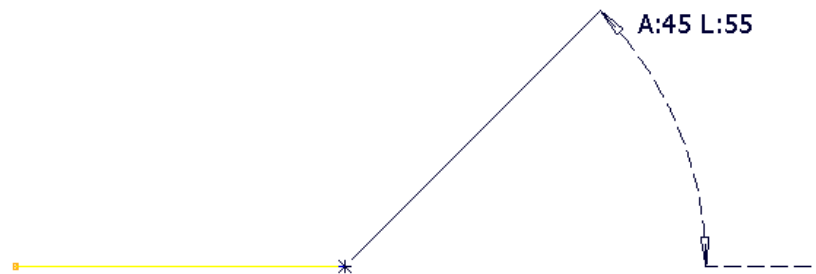

Figura 2.5 Segunda línea a 45° y longitud de 55 mm.
- Mover el ratón hasta conseguir un ángulo de 45° , y hacer clic con el botón izquierdo del ratón para finalizar la línea con cualquier longitud (Figura 2.5).